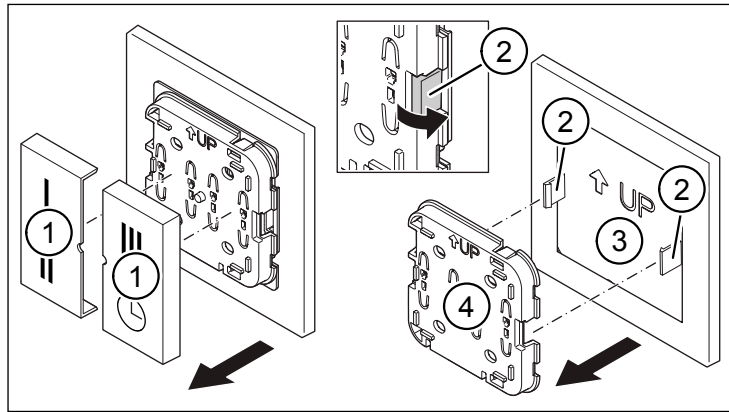

Abb. 2: Taster und Elektroneinheit abziehen
- ▶ Ziehen Sie die beiden Taster (Pos. 1 in Abb. 2) ab.
- ▶ Drücken Sie die beiden Rasthaken (Pos. 2 in Abb. 2) nach außen und nehmen Sie die Elektroneinheit (Pos. 4 in Abb. 2) von der Montageplatte (Pos. 3 in Abb. 2) ab.
- ▶ Ziehen Sie die beiden Taster (Pos. 1 in Abb. 2) vom Funktaster ab.